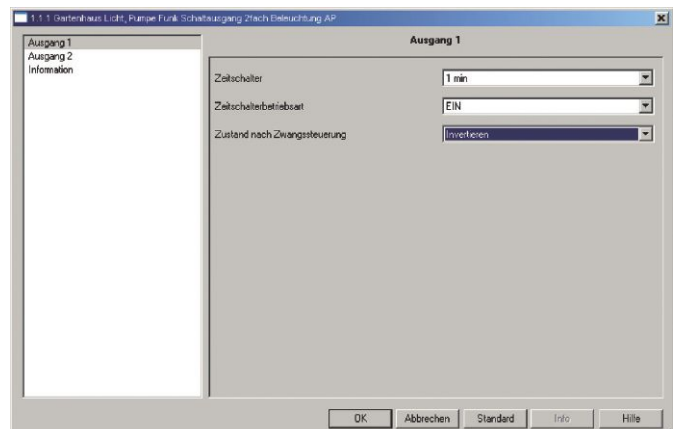

Abb. 2: Parameteransicht 2fach-Funk-Schaltausgang IP54.
- für die Parameter: in der ETS-Baumstruktur das zu konfigurierende Funkprodukt mit der rechten Maustaste anklicken, dann auf „Parameter bearbeiten“ klicken (siehe Abb. 2).